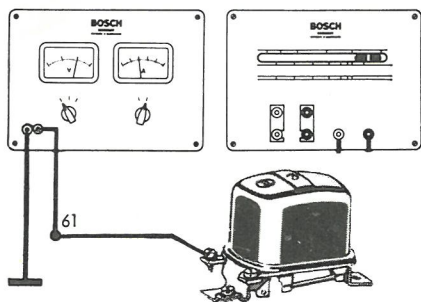

Bild 5
1. Anschlüsse wie bei Bild 5 , wobei aber das A.M. mit dem Regelwiderstand zwischen Klemme "B +" an Regler und Masse in Serie geschaltet ist.
1. Anschlüsse wie bei Bild 5, Lichtmaschine läuft mit doppelter Nennzahl.
1. Anschlüsse wie Bild 5, jedoch + Voltmeter bei B + 61 am Regler anschließen. Regelwiderstand auf Nennleistung einstellen, wie unter Pos. 2 angeführt überprüfen.